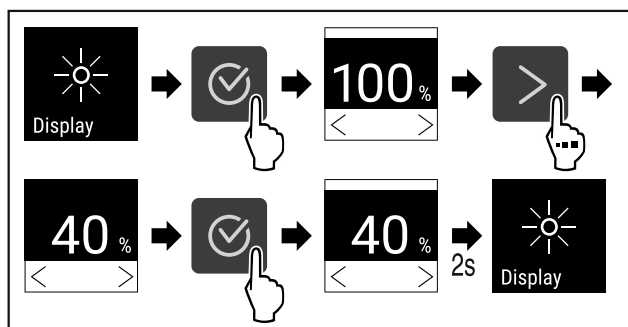

Fig. 78
- ▶ Выполните шаги действия (см. Fig. 78).